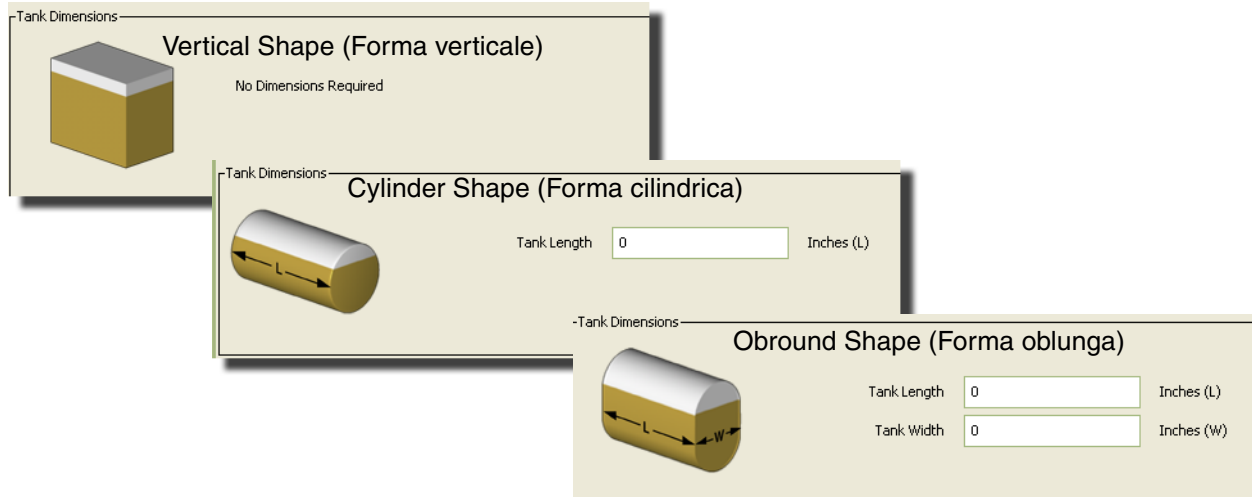

FIG. 74
- **Tank Shape (Forma serbatoio):** selezionare verticale (predefinita), cilindrica o oblunga. Ulteriori informazioni sulle dimensioni sono necessarie per i serbatoi con forma cilindrica o oblunga (vedere FIG. 74).